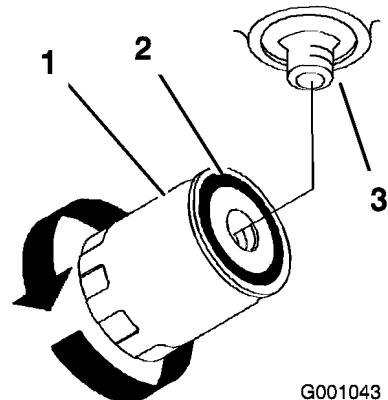

Bild 67
- Ölen Sie die Gummidichtung am Ersatzfilter leicht mit Frischöl ein (Bild 67).
- Füllen Sie den Hydraulikbehälter mit Hydraulikflüssigkeit, bis die Flüssigkeit über den Filter läuft. Drehen Sie den Ölfilter dann nach rechts, bis die Gummidichtung den Filteradapter berührt. Ziehen Sie den Filter dann um eine weitere halbe Umdrehung fest (Bild 67).